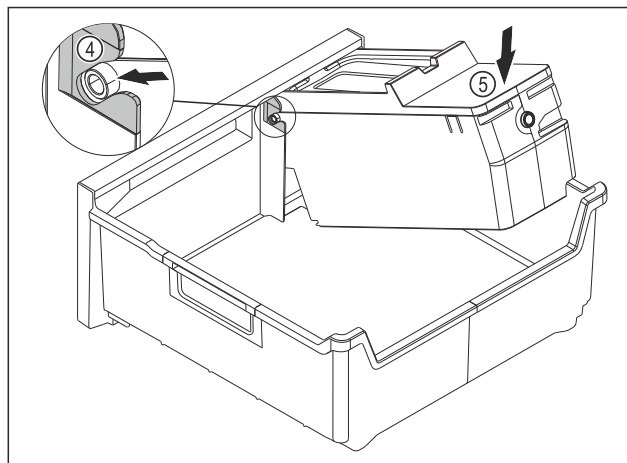

Fig. 83
- ▶ Смонтируйте корпус EasyTwist-Ice: Вставьте оси корпуса EasyTwist-Ice в направляющие Fig. 83 (4).
- ▶ Вдавите корпус EasyTwist-Ice Fig. 83 (5) вниз.